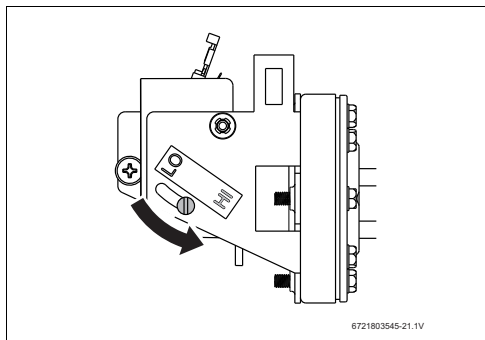
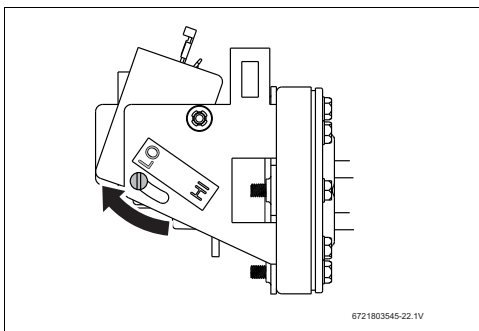

Fig. 11 Pleine puissance (HI)
Fig. 12 Demi-puissance (LO)
- ▶ Régler le sélecteur d'alimentation (Fig. 12) sur le réglage souhaité. S'il est réglé sur LO (Bas), une seule résistance fonctionne et la puissance sera diminuée de moitié. Voir le table 3 pour connaître la hausse de la température selon le débit. Lorsque le sélecteur est réglé sur HI (Haut) (Fig. 11), les deux résistances fonctionnent et le débit sera à pleine puissance (réglage de base). Au moment du réglage du sélecteur d'alimentation, assurer que la vis est bien vissée à fond jusqu'en butée.
Le sélecteur d'alimentation n'est pas vissé jusqu'en butée sur " HI ".	Régler correctement le sélecteur sur " HI ", voir Fig. 11. ¹⁾